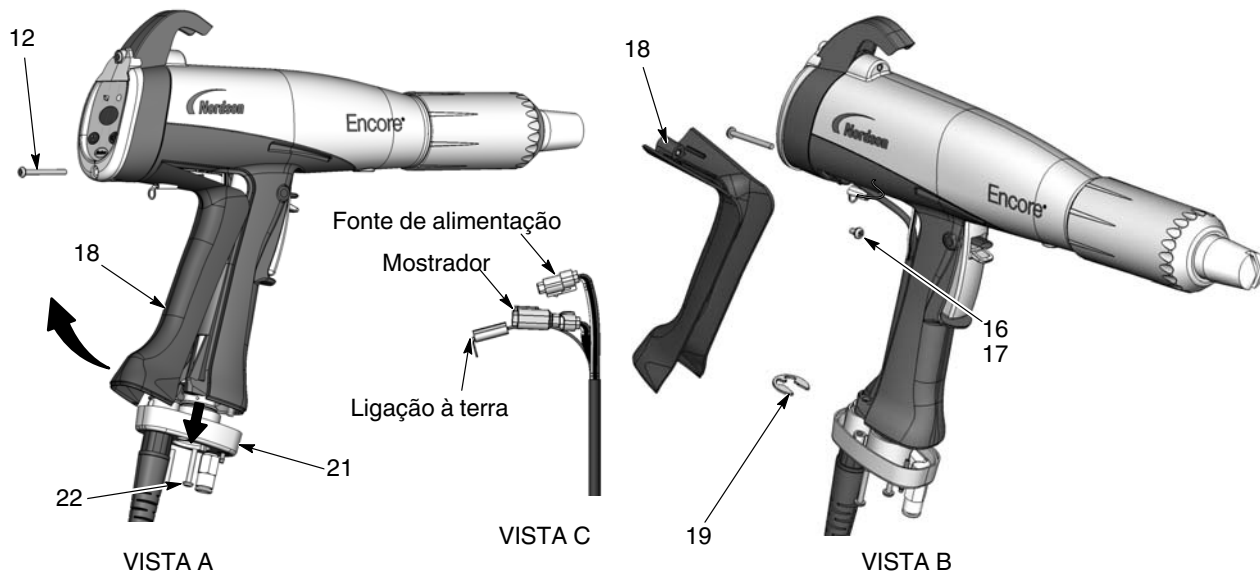

Figura 6-7 Substituição do cabo
2. Consulte a figura 6-7, vista A. Remova os dois parafusos M3 x 20 (22) que fixam a base do punho (21) ao punho.
3. Remova o parafuso M3 x 35 inferior (12) do módulo do mostrador.
4. Puxe a base afastando-a do punho o suficiente para libertar da base o bordo inferior do contacto de terra (18).
6. Consulte a figura 6-7, vista B. Retire, do contacto de terra, o parafuso M3 x 8, as anilhas de segurança (16, 17) e o terminal de terra.
7. Retire o freio (19) do cabo.
8. Consulte a figura 6-7, vista C. Puxe os conectores do cabo para fora do punho. Introduza uma pequena chave de fendas nas ranhuras das fichas da fonte de alimentação e do mostrador, para soltar o fecho e as desligar.
1. Consulte a figura 6-7. Enfie um cabo novo através da base do punho, depois monte o freio (19) no cabo para o segurar no seu lugar.
3. Ligue o terminal do cabo ao contacto de terra (18) com o parafuso M3 x 6 e as anilhas de segurança (16, 17).
6. Empurre a base do punho (21) contra o punho e o contacto de terra e aperte bem os dois parafusos M3 x 20 (22) na base.
7. Monte o parafuso M3 x 35 (12) na parte inferior do módulo do mostrador.